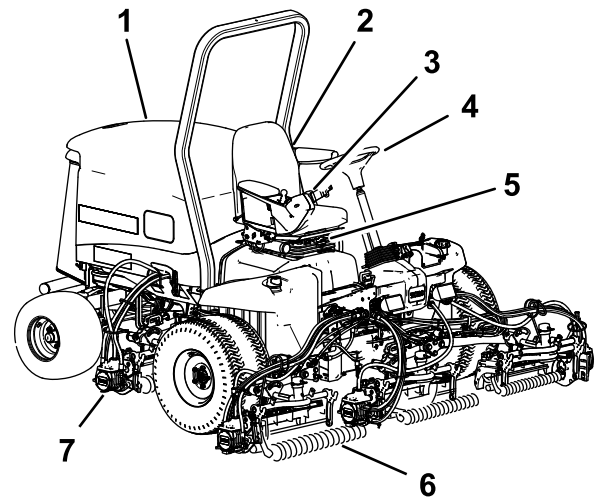

**Figure 39**
1. Avec de l'alcool à friction et un chiffon propre, nettoyez la surface de l'autocollant de sécurité 133-2930 et laissez sécher l'autocollant (Figure 39).